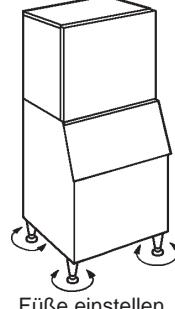

Abb. 6
8) Stellen Sie die vier Füße am Boden so ein (Einstellbereich 0 bis 25,4 mm), dass der Eisbereiter vollkommen waagerecht steht. Verwenden Sie eine Wasserwaage. Siehe Abb. 6.